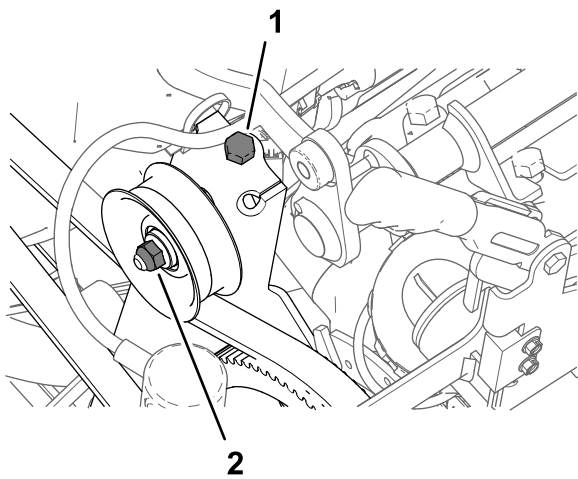

Рисунок 180
1. Ослабьте гайку крепления натяжного шкива (Рисунок 180).
2. Поверните болт натяжения ремня, чтобы снять натяжение ремня насоса опрыскивателя (Рисунок 180).